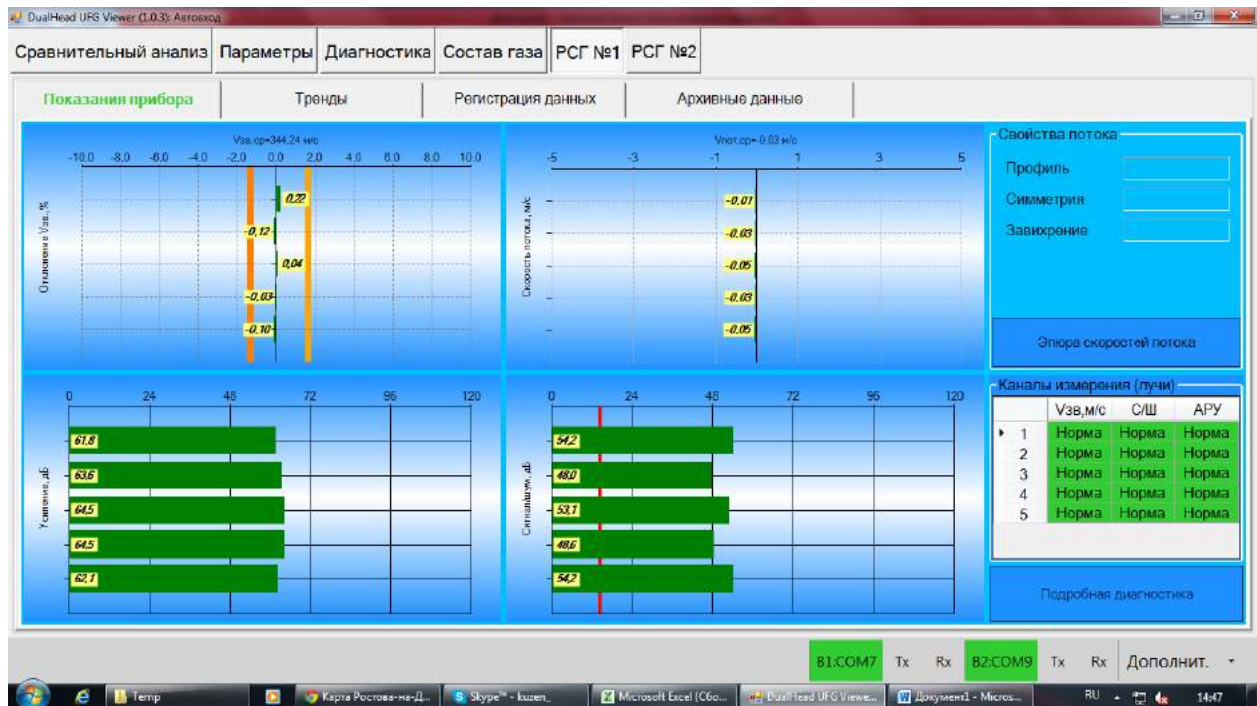

Рисунок 2.35
- показания прибора (рисунок 2.35);